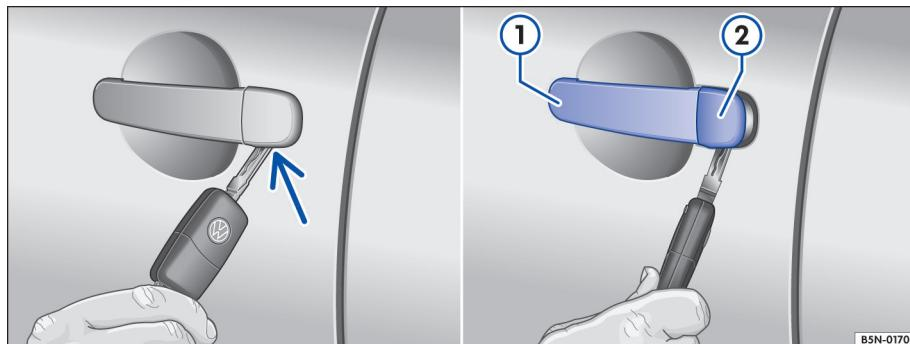

图 181 取下在驾驶员车门内车门锁的盖罩
- 拉起开门把手 ①。
- 将无线遥控钥匙的钥匙头从下面插入盖罩的开口内⇒图 181 ②。
- 转动钥匙以便松开盖罩并取下⇒图 181。